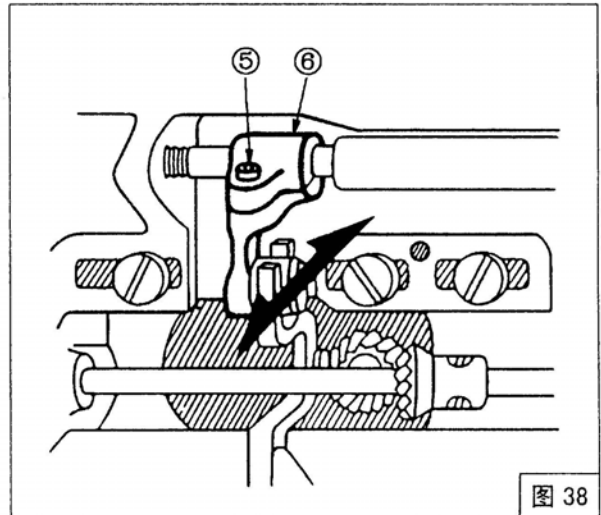

图 38
1) 送布牙高度的调整: 缝纫机向前放下, 取下伞齿轮油罩, 用手转动主动轮, 使送布牙达到最高位置, 松开拾牙轴曲柄左⑥紧定螺钉⑤, 调整拾牙轴曲柄左⑥如图 38 箭头所示来改变送布牙高度, 调整后, 拧紧螺钉⑤。